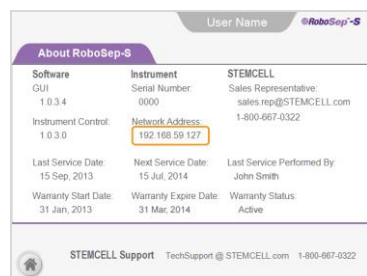

図 11. Help 画面
3. Help 画面に表示されるネットワークアドレス (IP アドレス) に注意してください ( 図 11)。